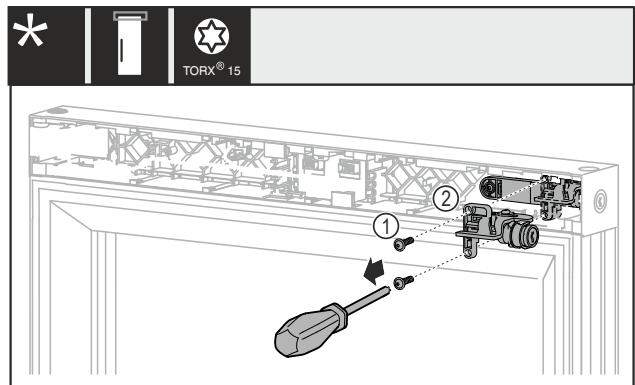

Fig. 11
- Rimuovere le viti Fig. 11 (1).
- Estrarre la serratura meccanica Fig. 11 (2).